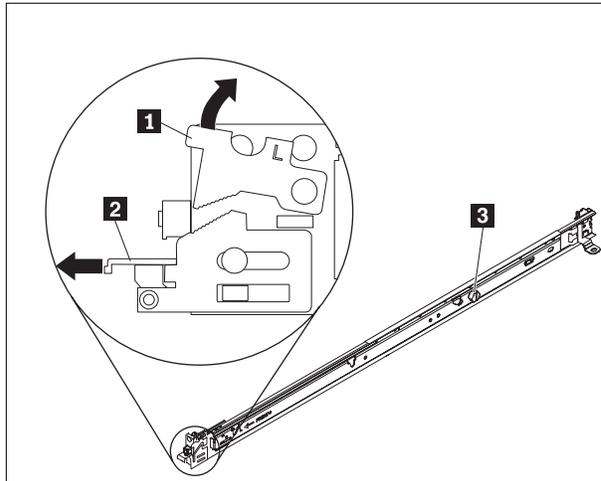

Figure 6. Vue des glissières
1. Ouvrez les taquets avant des glissières comme illustré par la figure 6, à la page 18.